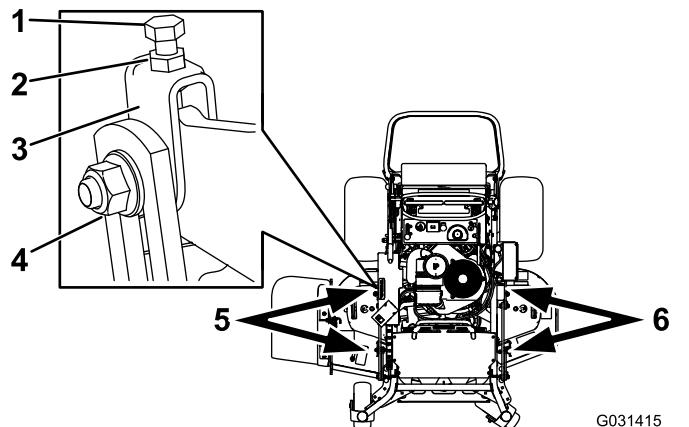

Рисунок 88
- Ослабьте затяжку боковой гайки и контргайки в вилках, которые вы хотите отрегулировать (Рисунок 88).
- Для регулировки высоты деки газонокосилки поверните верхние болты вилок (Рисунок 88).